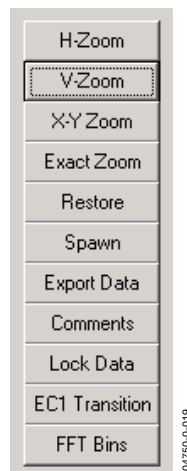

図7. 時間軸プロットの非表示メニュー
表示されたアナログ信号またはFFTの一部を拡大するには、マウスの左ボタンを押したまま、該当する領域をドラッグして信号の一部を選択します。非表示のメニューを表示するには、アクティブ・ウィンドウ内でマウスの右ボタンをクリックします。非表示のメニューは、時間軸プロットとFFTプロットの場合で少し異なります。これらのメニューには、ズーム機能や時間軸データのエクスポート機能などいくつかのオプションがあります。オプションは、マウスの左ボタンで選択できます (図7、8を参照)。
3. 時間軸データのグラフが新しいウィンドウに表示されます。そのグラフを右クリックして非表示のメニューを表示します。メニューから[Lock Data]を選択します。「データのズームとエクスポート」の図7を参照してください。
4. [OK]をクリックします。時間軸データのグラフが新しいウィンドウに表示されます。そのグラフを右クリックして非表示のメニューを表示します。メニューから[Lock Data]を選択します（図7を参照）。